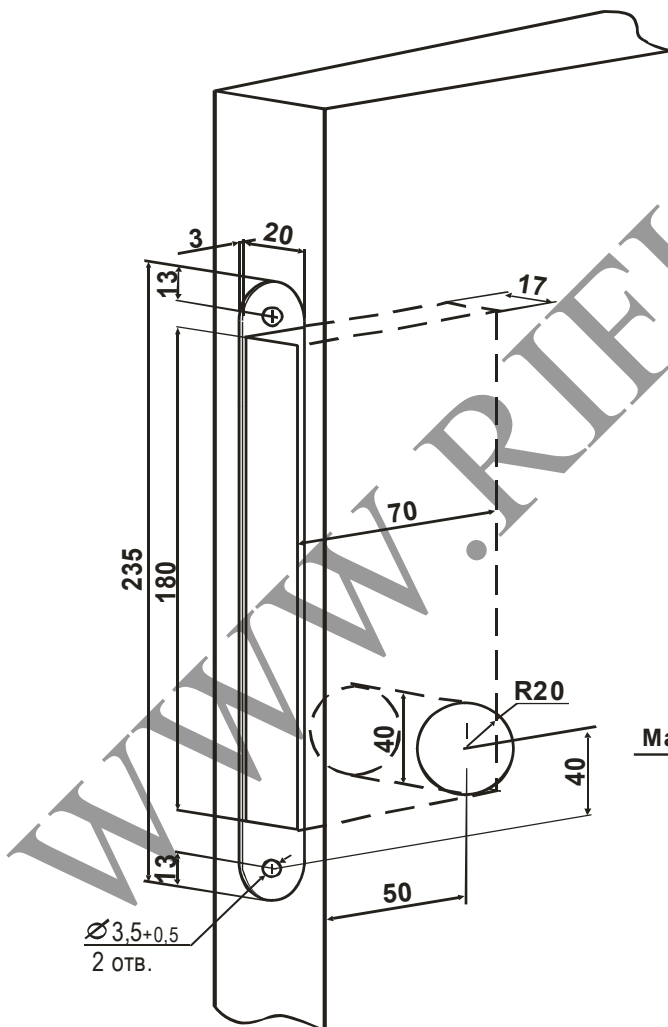

Рис. 6
- Выбрать паз в двери под корпус замка в соответствии с рис. 6.
- Выполнить сквозное отверстие, согласно рис. 6, для установки евроцилиндра.